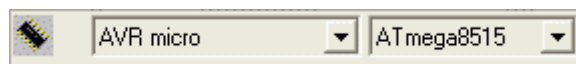

Bild4: Device-Auswahl
1. Wählen Sie den „ATmega8515“ aus „AVR micro“ als Device aus (Bild4).